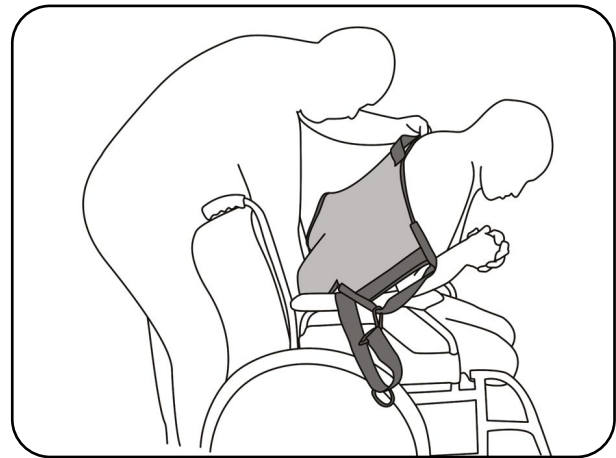

Abb. 8.2.01 – Liftergurt zwischen Patient und Sitzfläche positioniert
4. Schieben Sie den Liftergurt mit dem Mittelteil so weit wie möglich unter die Sitzfläche des Patienten (Abb. 8.2.01). Das aks-Logo kennzeichnet das Kopfende. Achten Sie darauf, dass die Beinschlaufen jeweils rechts und links von den Beinen des Patienten liegen und nicht verdreht sind.